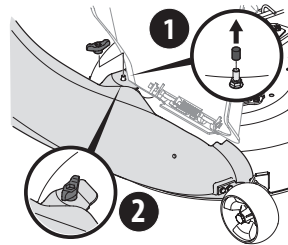

Figure 20
2. Fixez la botte au plateau de coupe à l'aide du bouton à ailettes (720-04122) fourni avec la trousse de quincaillerie 689-01419. Consultez la Figure 20.
**NOTE :** Le cas échéant, retirez le capuchon protecteur de la tige de fixation du plateau de coupe, comme indiqué dans l'encart supérieur de la Figure 20.